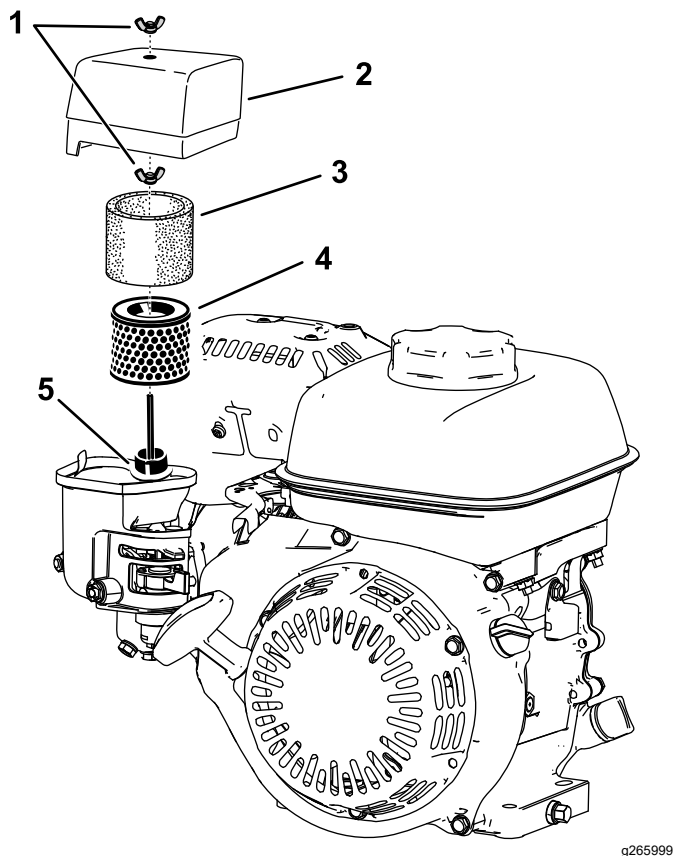

Figura 19
2. Retire la tuerca de orejeta que fija la cubierta del limpiador de aire (Figura 19).